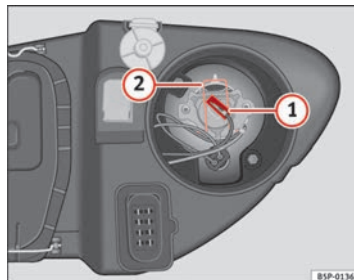

Fig. 186 Abbaglianti
- Estrarre il connettore ⇒ fig. 186 ① della lampada.
- Premere la molla ⇒ fig. 186 ② verso l'interno e verso destra.